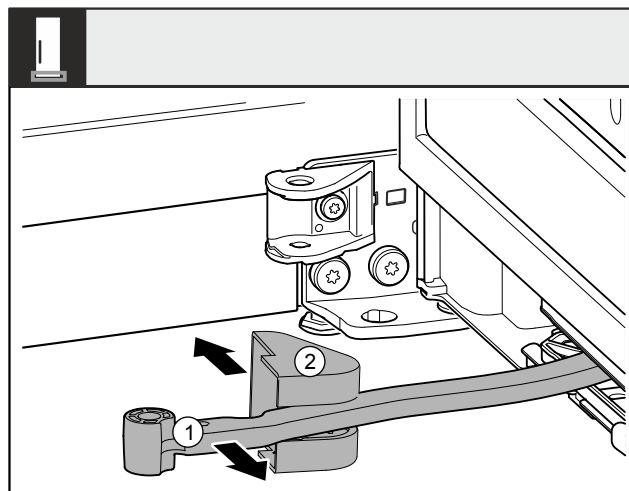

Fig. 10
- Gire la bisagra Fig. 10 (1) hacia la puerta.
- Retire la cubierta del soporte del cojinete Fig. 10 (2).